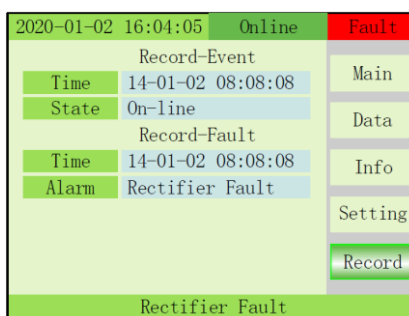

Fig. 3-21 Menú Record
15) RECORD: muestra los eventos y fallos registrados (Fig. 3-21).